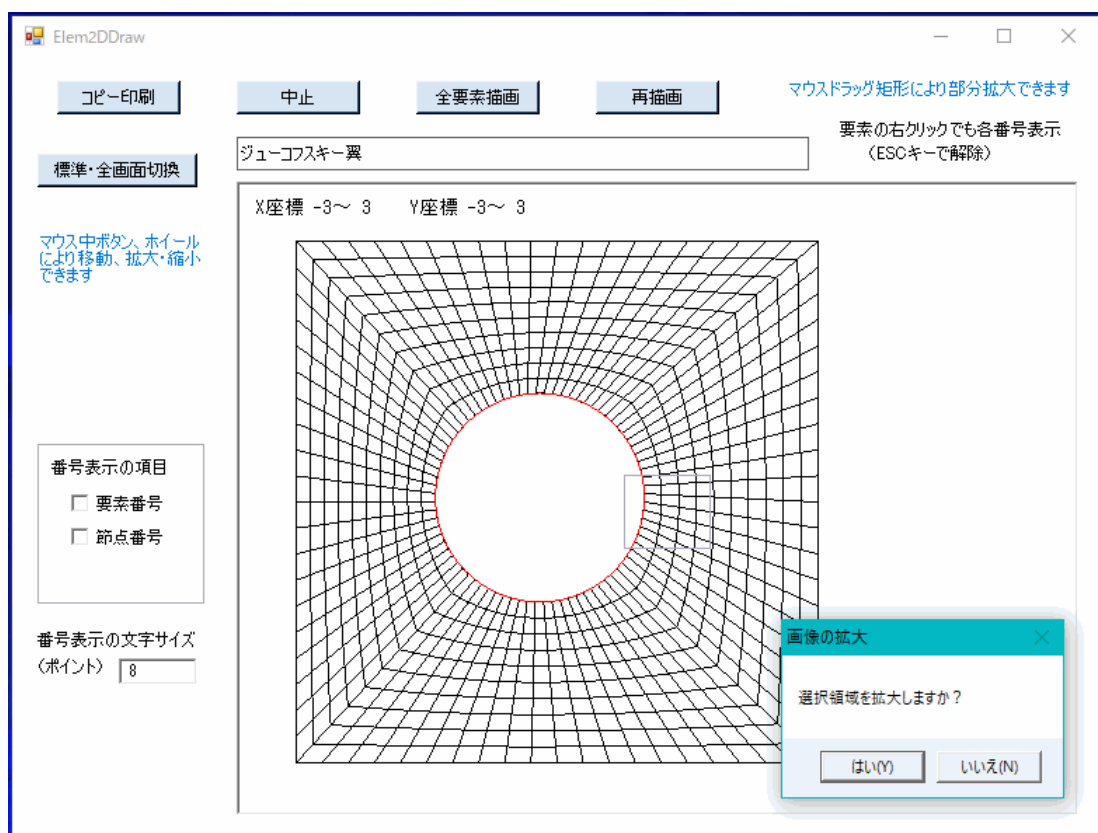
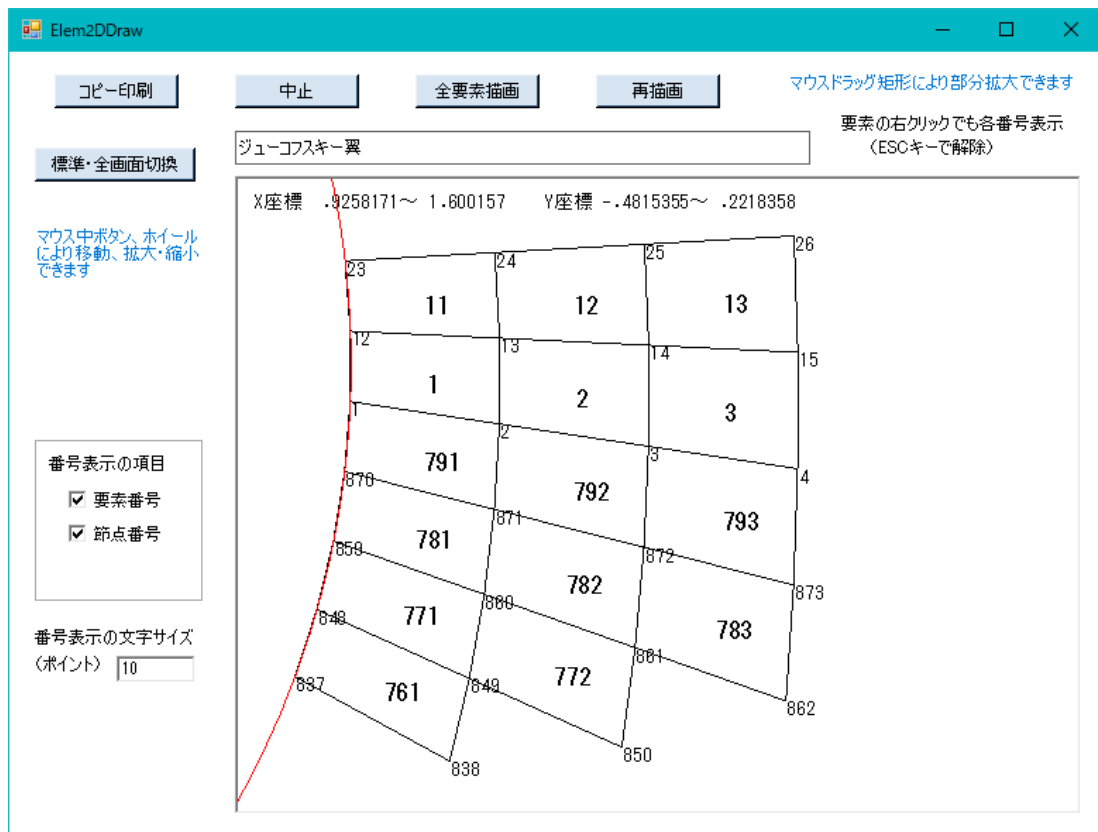

図5-5 構造作画における拡大領域選択例
図5-6 構造作画の部分拡大例
- ①「標準・全画面切換」ボタンをクリックすると、標準画面と全画面を切り換えることができます。また、画面Formの右下コーナー等をマウスドラッグすることにより、標準画面と全画面の間で自由に拡大・縮小できます。
- ②マウス中ボタン、ホイールにより移動、拡大・縮小を行なうことができます。中ボタンを押したまま動かせば図形を移動できます。また、ホイールの回転により拡大・縮小ができます。
- ③マウスドラッグ矩形により、構造図の一部分を拡大できます。
- ◇マウスドラッグ矩形は、拡大したい部分の左上隅にマウスを移動し、そこでマウスの左ボタンを押し、その左ボタンを押した状態で拡大部分の右下隅までマウスを移動させ、そこで左ボタンを離します。そうしますと、図5-5のようにマウスドラッグ範囲の矩形が表示され、コモンダイアログで「選択領域を拡大しますか？」と問うてきます。そこで、「はい」を選択すると、選択領域が拡大されて表示されます。
- ⑤「番号表示の項目」は、「要素番号」と「節点番号」の内、表示したい項目を重複選択できます。
- ◇「要素番号」と「節点番号」を両方選択して、「再描画」させた部分拡大画面を図5-6に示します。ただし、本画面では、「番号表示の文字サイズ」を10に変更してあります。